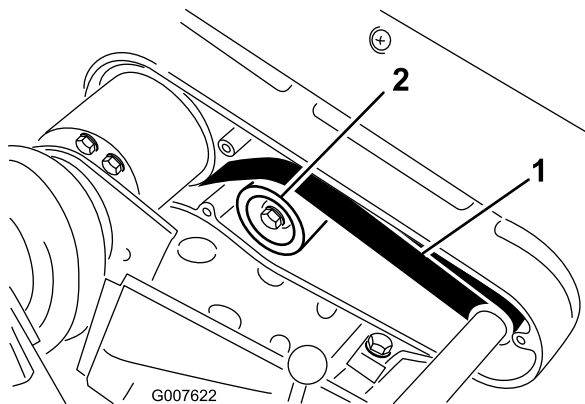

Figura 38
2. Verifique a tensão pressionando a correia a meio curso entre as polias (Figura 38) com uma força de 22-26 N. A correia deverá flectir-se 6 mm.
- A. Desaperte a porca de montagem da polia intermédia e incline-a para o lado de trás da correia até que obtenha a tensão desejada da correia (Figura 38).